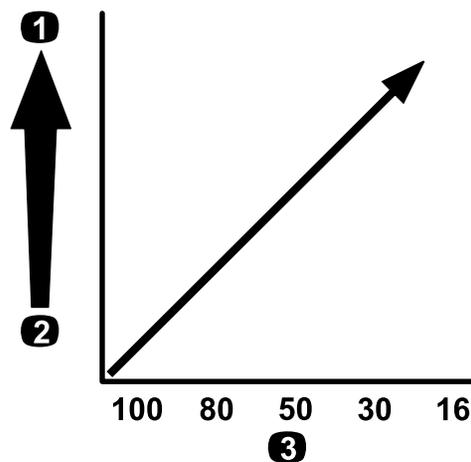

**Figure 15**
**Important:** Lorsque vous pulvérisiez des produits chimiques de viscosité élevée (plus épais) ou des solutions avec poudres mouillables, vous devez peut-être utiliser un maillage plus grossier pour le filtre de pression optionnel ; voir Figure 15.